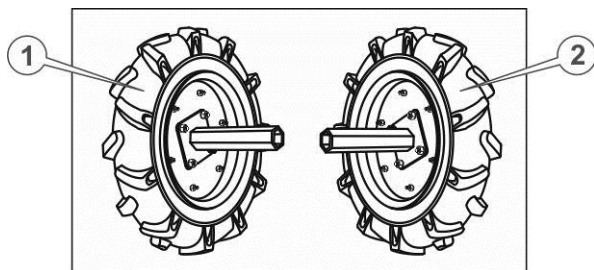

Рисунок 4.2. Маточини з колесами
4. Приєднати ступиці коліс до колісних дисків за допомогою болтів, надійно затягнути всі з'єднання на колесах (див. рисунок 4.2.). При цьому необхідно пам'ятати, що на колеса встановлені пневматичні шини з направленим малюнком протектора типу «ялинка». Встановлювати колеса необхідно таким чином, щоб при погляді на мотоблок зверху «вістря» цієї «ялинки» були спрямовані вперед, крім того вентиля для накачування камер повинні перебувати з зовнішнього боку колеса.